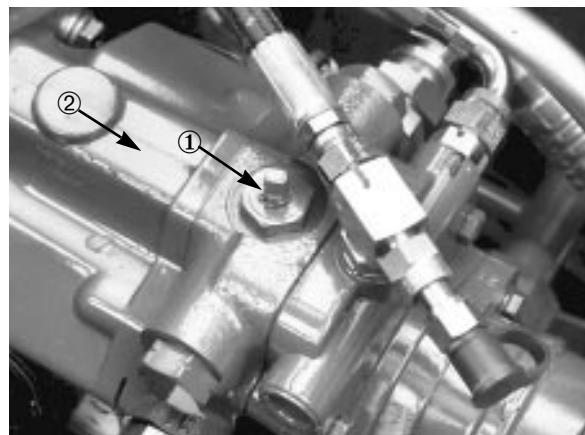

Figure 18
- tourner la vanne de dérivation de 90 degrés (Fig. 18). Cela a pour effet d'ouvrir un passage interne dans la pompe de déplacement et de dériver l'huile hydraulique. Il est alors possible de déplacer l'unité de déplacement sans endommager le circuit hydraulique.